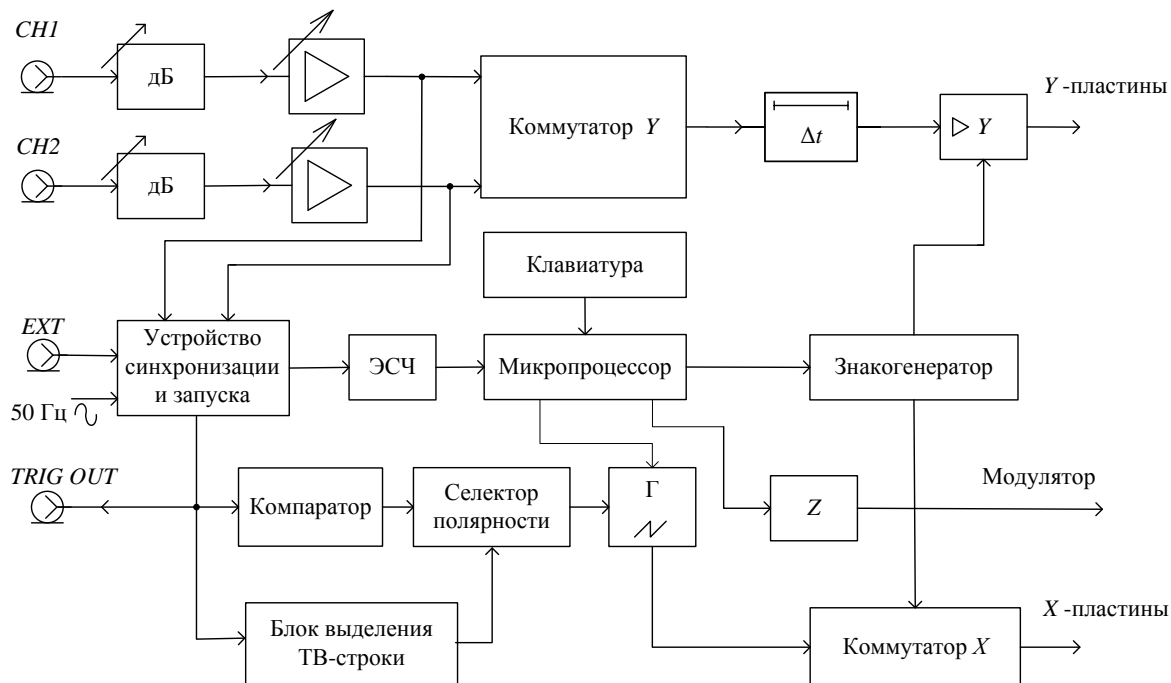

Рис. 2.1. Структурная схема осциллографа с цифровым измерительным блоком
В лабораторной работе используется универсальный аналоговый осциллограф GOS-6200. Это широкополосный аналоговый двухканальный осциллограф с электронной коммутацией каналов. Он имеет систему двойной развертки и цифровой микропроцессорный блок для курсорных измерений. Структурная схема осциллографа приведена на рис. 2.1.
Основными блоками осциллографа являются электронно-лучевая трубка (ЭЛТ), каналы вертикального (Y) и горизонтального (X) отклонений луча. Осциллограф также содержит устройство синхронизации и запуска, канал модуляции луча по яркости (Z), калибратор и цифровой измерительный блок. Органы управления на передней панели осциллографа обычно объединяют в группы (см. рис. 2.1). Так, управление каналами вертикального отклонения сгруппировано в блок VERTICAL, органы управления разверткой – HORIZONTAL, блок синхронизации и запуска обозначен TRIGGER. Работа цифрового измерительного блока управляется кнопкой MEAS'MT. Некоторые кнопки имеют двойное назначение. При кратковременном нажатии выполняется одна функция, при длительном – другая, обозначенная надписью с подчеркиванием. Предусмотрен режим отключения органов управления передней панели – блокировка и разблокировка осуществляется длительным нажатием кнопки SETUPS LOCK.